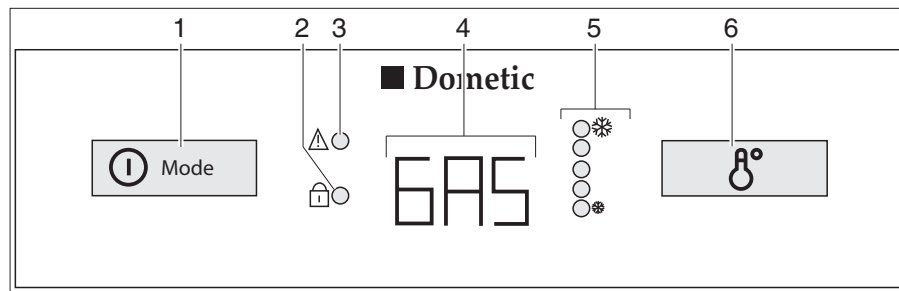

Fig. 247 Boutons de commande pour le réfrigérateur (Dometic Série 8 avec AES)
En cas de dysfonctionnement, l'indicateur DEL de dysfonctionnement "⚠" (Fig. 247,3) clignote.
Lorsque l'alimentation 230 V n'est **pas** branchée et le moteur du véhicule est à **l'arrêt**, le AES choisira automatiquement l'alimentation en gaz. Dès que le fonctionnement au gaz est activé, la veilleuse de sécurité s'ouvre automatiquement, de sorte que le gaz peut arriver au brûleur. En même temps, l'allumage électronique est connecté. Si la flamme s'éteint, p. ex. en raison d'un courant d'air, l'allumage s'active automatiquement et rallume le gaz. En cas de dysfonctionnement du régime au gaz, le texte "GAS" clignote dans le voyant de contrôle (Fig. 247,4).
Lorsque le réfrigérateur est mis en marche, il choisit automatiquement la température moyenne du thermostat. Ce réglage peut cependant être corrigé manuellement à l'aide d'interrupteur réglage de la température (Fig. 247,6). Les indicateurs DEL (Fig. 247,5) indiquent le réglage du thermostat sélectionné. La température de réfrigération de tous les trois types d'énergie est réglée par le même interrupteur. Il faudra attendre quelques heures jusqu'à ce que le réfrigérateur ait atteint sa température normale de réfrigération. Il garde toutefois son réglage de température lorsqu'on change d'un mode à un autre. La température de réfrigération est maintenue indépendamment du type d'énergie choisi.
- Appuyer sur le commutateur/sélecteur de source d'énergie (Fig. 247,1) pendant 2 secondes pour mettre l'appareil en marche. Le dernier mode de fonctionnement sélectionné est indiqué dans le voyant de contrôle (Fig. 247,4).
- Choisir le type d'énergie à l'aide du commutateur/sélecteur de source d'énergie (Fig. 247,1).
- Régler la température de refroidissement sur l'interrupteur de réglage de la température (Fig. 247,6). Les indicateurs DEL (Fig. 247,5) indiquent le réglage du thermostat sélectionné.
- Appuyer pendant 2 secondes sur le commutateur/sélecteur de source d'énergie (Fig. 247,1). Tous les indicateurs s'éteignent.